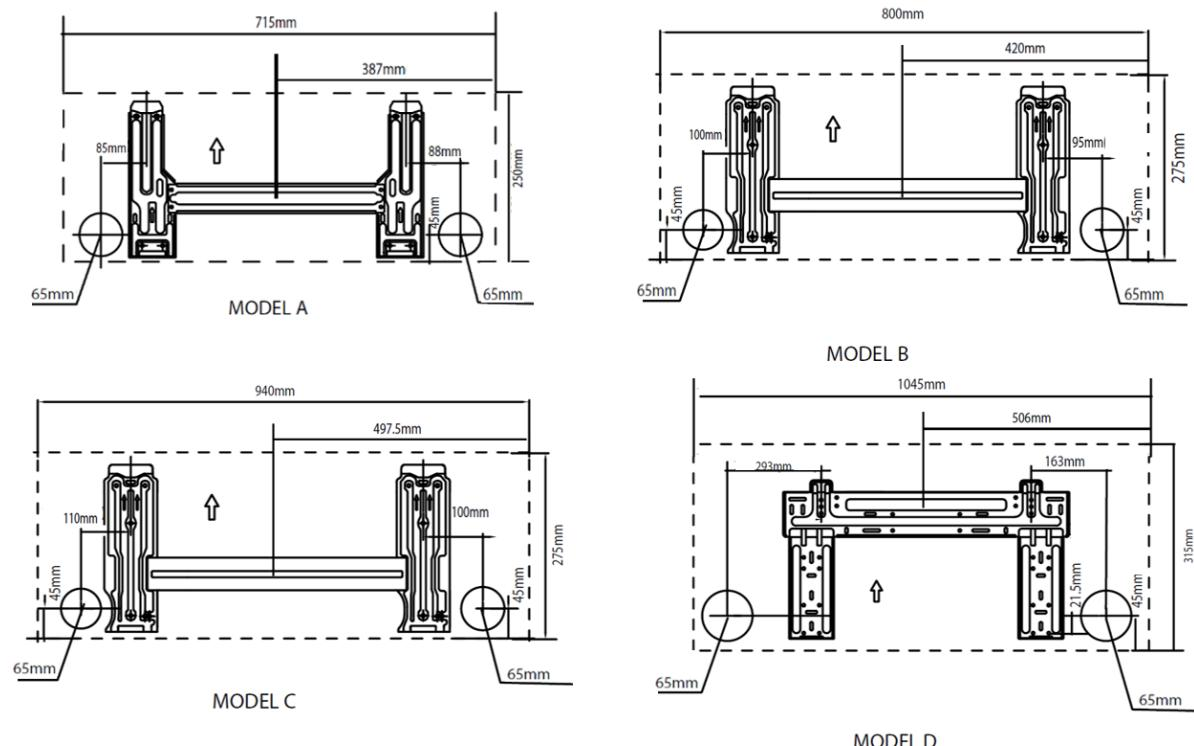

Figura 5: Poziționarea recomandată pentru găurile aferente conductelor de gaz și cablurilor electrice KAS26DCINV(T), KAS35DCINV(T), KAS53DCINV(T)
- Stabiliti poziția găurilor conform diagramei detaliate în figura 5. Faceți o (1) gaură (65mm) înclinată ușor spre partea exterioară.